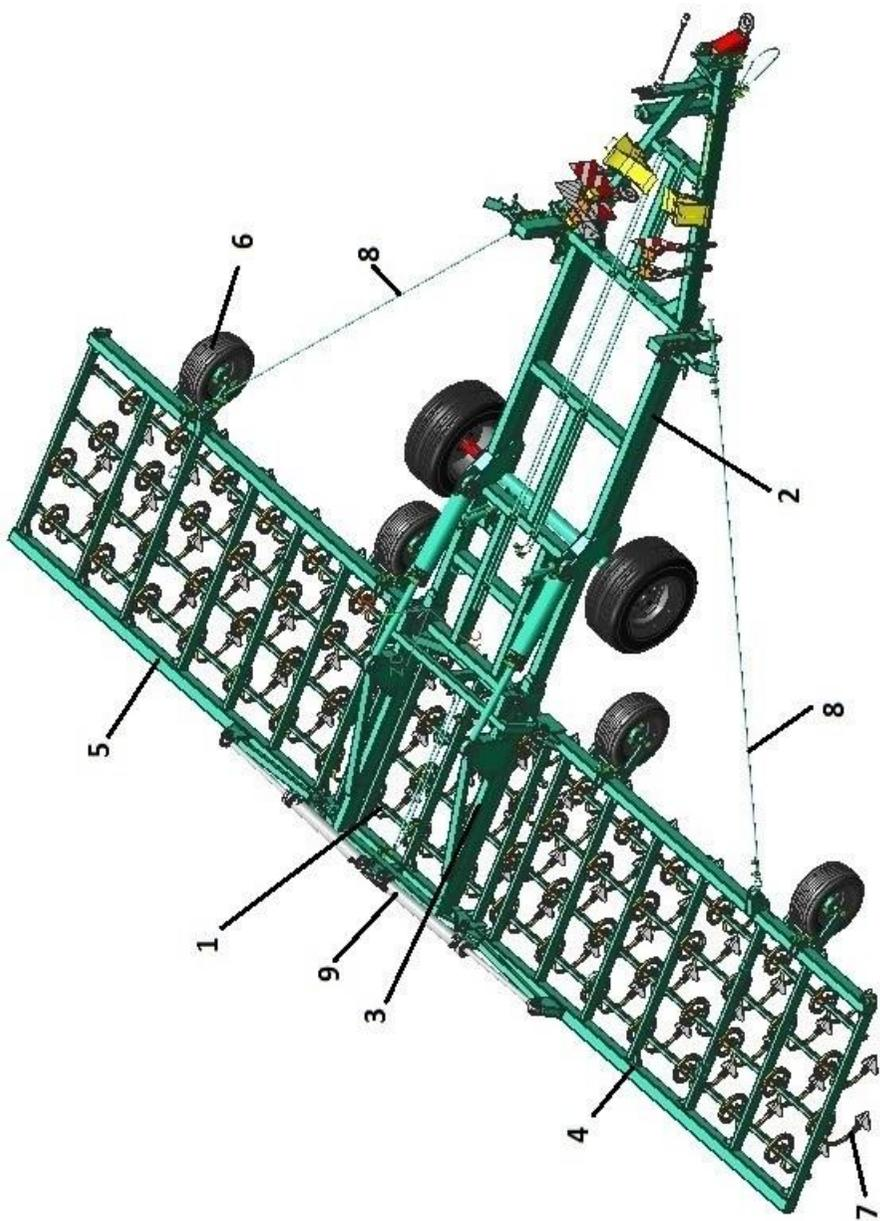

Рисунок 1 – Общий вид культиватора КРМ-8ПЕ в рабочем положении
3.1 Культиватор КПМ представляет собой полуприцепную машину, состоящую из: рабочего полотна 1, транспортной тележки 2, стяжек крыльев 8 (кроме КПМ-6ПЕ), гидросистемы 9 (рисунок 1).
3.2 Рабочее полотно состоит (рисунок 1) из центральной секции 3, крыла правого 4, крыла левого 5. На полотне установлены рабочие органы 7. На крыльях установлены копирующие колёса 6 с винтовой регулировкой глубины обработки. Глубина обработки центральной секции регулируется колесами транспортной тележки.
Рисунок 1а – Общий вид культиватора КПМ-6ПЕ в рабочем положении
(остальное см. рисунок 1)